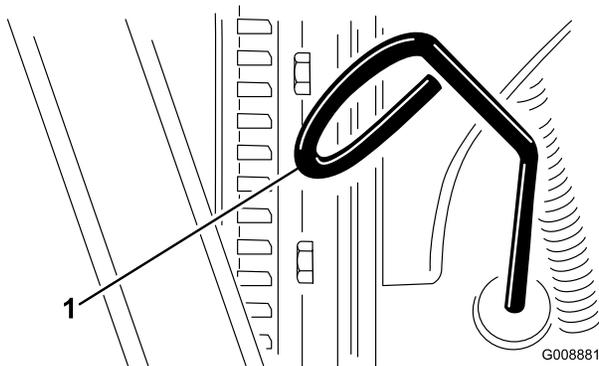

Figure 19
2. Retirez la jauge (Figure 19) et essuyez-la sur un chiffon propre.